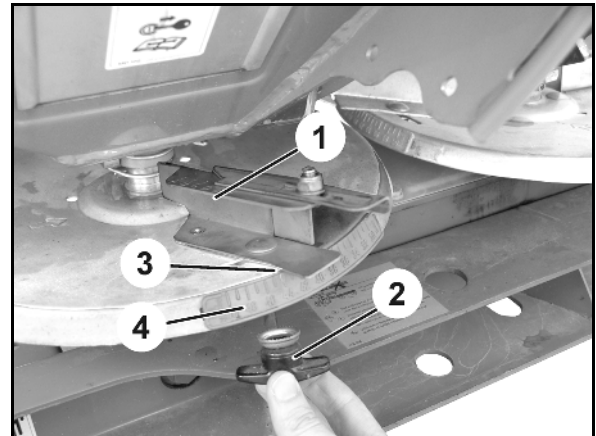

图 84
4. 依据撒播表将读取边 (图 84/3) 设定在刻度盘 (图 84/4) 的字母上并且重新拧紧螺栓。